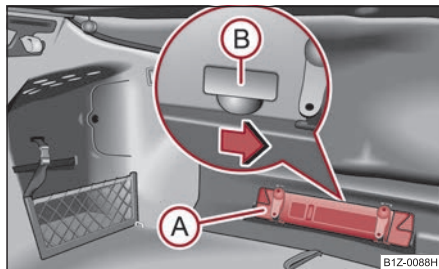

Fig. 47 Desbloqueo de emergencia de la tapa de maletero
- Sacar el triángulo de advertencia* (A) ⇒ fig. 47.
- Empujar la palanca de mando en el sentido de la flecha, a fin de desbloquear la tapa del maletero. La palanca de mando se encuentra debajo del paramento (B).